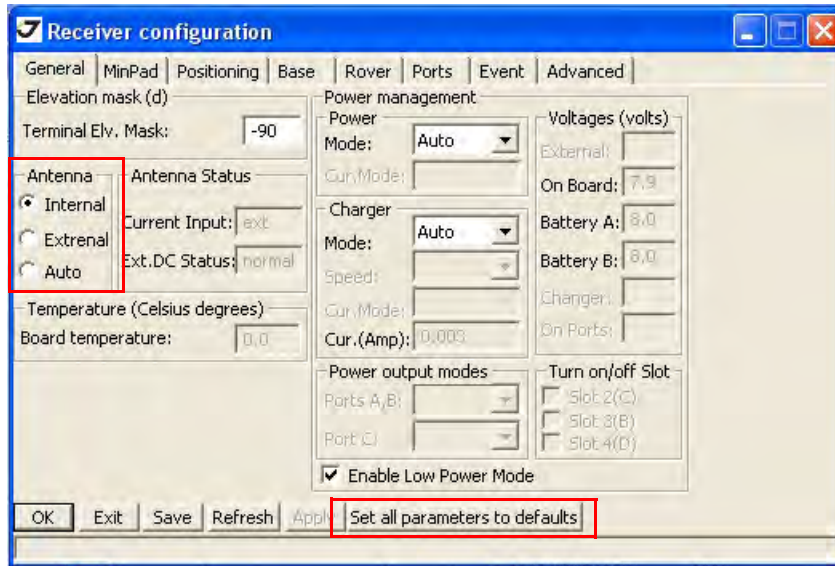

Рисунок 3-14. Set all parameters to defaults
4. В закладке *General* нажмите кнопку *Set all parameters to defaults* и установите параметр *Antenna* в значение *Auto*, *Internal* или *External*, если используется внешняя антенна (Рис. 3-14).